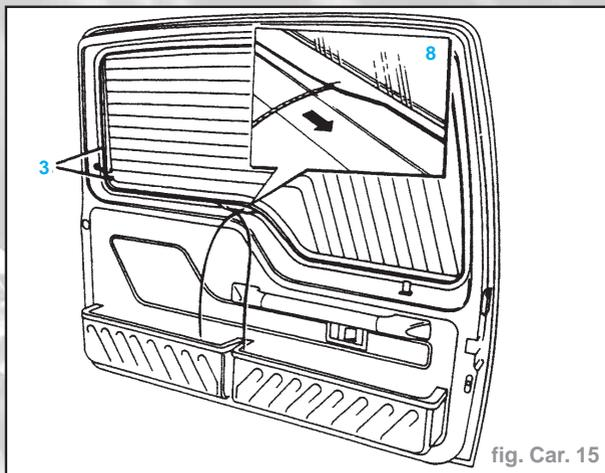

fig. Car. 15
- Si la glace est posée, débrancher les fils de chauffage des bornes, retirer la glace en la poussant et enlever le caoutchouc de montage (3) (Fig. Car. 15).